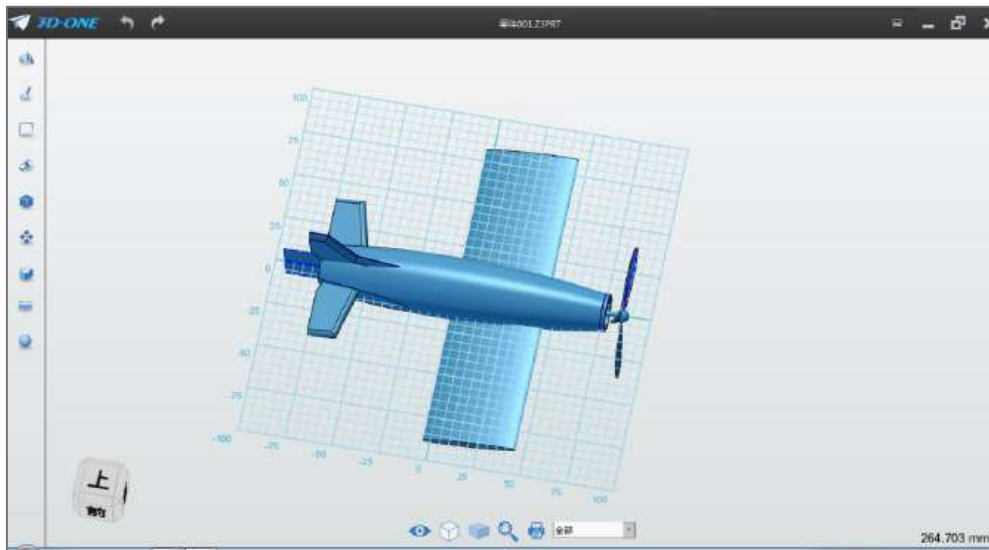

图 4-4
Step 4 点击确定，将视图样式选为上色模型 。完成拉伸操作，如下图 4-4 所示：